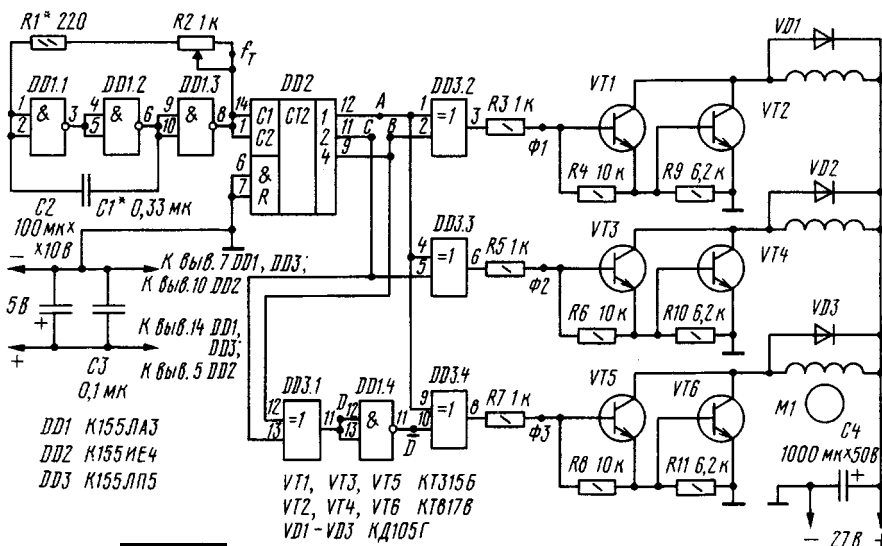
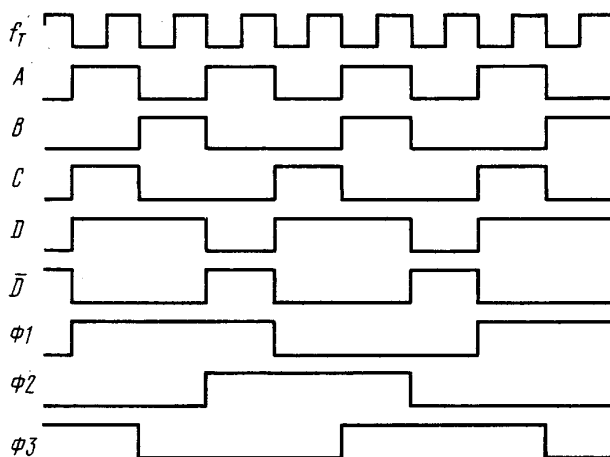
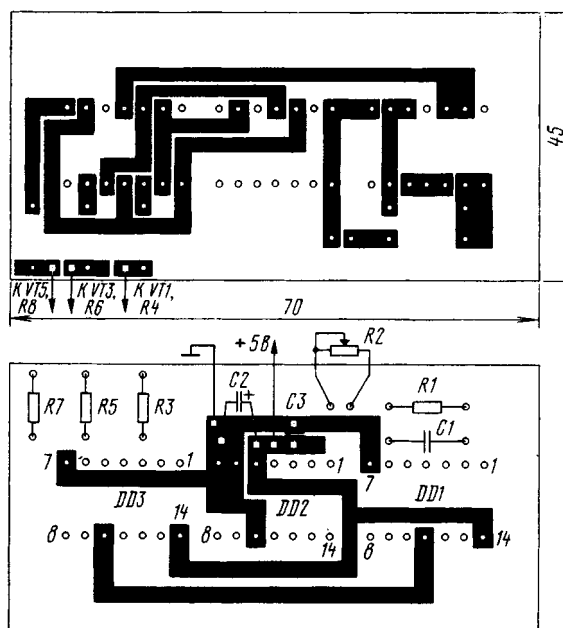

рис.6
рис.7
рис.8
**Генератор, вырабатывающий трехфазное напряжение частотой 400 Гц**, описан в статье **М.Мухина** ("Радио", 11/99). В схеме **рис.6** на элементах DD1.1 – DD1.3 собран генератор тактовых импульсов, следующих с частотой  $f_T$  (**рис.7**). Они поступают на генератор-формирователь трехфазной последовательности импульсов, собранный на
микросхемах DD2, DD3 и элементе DD1.4. Счетчик DD2 формирует последовательности импульсов А, В, С (**рис.7**), которые поступают на элементы исключающее-ИЛИ (DD3.2 – DD3.4). В итоге на выходе этих элементов формируются импульсы Ф1, Ф2, Ф3, которые имеют точную и постоянную фазировку. Они управляют ключевыми каскадами, собранными на транзисторах VT1...VT6, а те в свою очередь – обмотками электродвигателя, включенными в коллекторные цепи транзисторов. Обмотки зашунтированы диодами VD1...VD3, защищающими транзисторы от высоковольтных выбросов напряжения на обмотках. Переменным резистором R2 можно плавно изменять частоту генератора. Малоомощные транзисторы VT1, VT3, VT5 типа КТ315, мощные выбирают в зависимости от типа трехфазного двигателя. На **рис.8** показан рисунок печатной платы и размещение элементов.